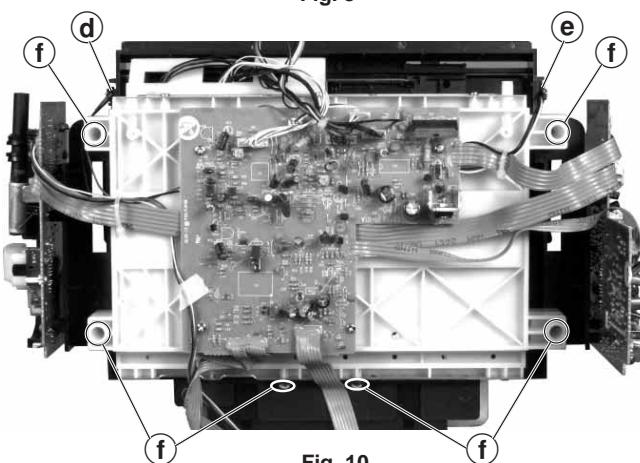

Fig. 10
- Beide CD-Fachdeckelschalter ④ und ⑤ (Fig. 10) abschrauben.
- 6 Schrauben ⑥ herausdrehen (Fig. 10) und CD-Laufwerkchassis abnehmen.
- Unscrew both CD door switches ④ and ⑤ (Fig.10).
- Undo 6 screws ⑥ (Fig. 10) and remove the chassis of the CD drive mechanism.